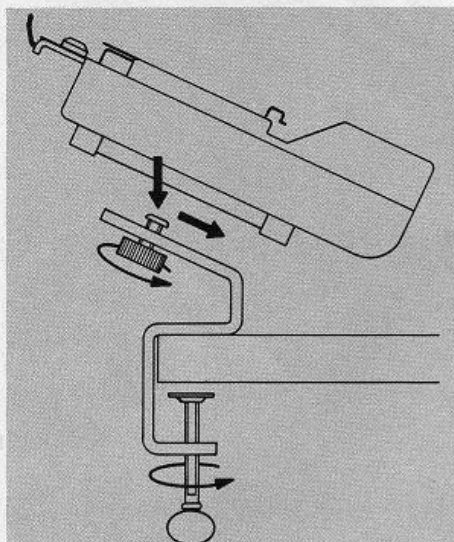

Fig. 13
- Fixer la machine sur la table avec les pinces fournies dans la T.4 (fig. 13) ou sur le meuble avec les pinces déjà prémontées sur le meuble.